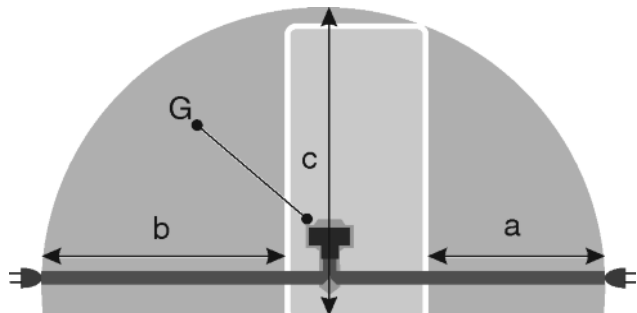

Fig. 23
- La prise de courant est en dehors de la zone postérieure de l'appareil dans la zone concernée. Fig. 23 (a, b, c)
u Introduire la la fiche de l'appareil Fig. 23 (G) au dos de l'appareil. Veiller à ce qu'elle s'introduise correctement.